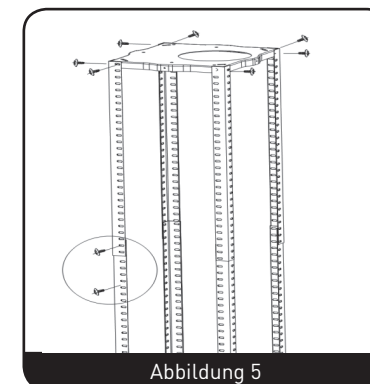

Abbildung 5
- Montieren Sie die Winkelstangen auf der Befestigungsplatte mit acht M5 Schrauben. (Abbildung 5)
- Verlängern Sie die Winkelstangen auf die erforderliche Länge, befestigen Sie diese dann mit sechzehn M5 Schrauben und Muttern und mit den metallischen Unterlegscheiben. (Abbildung 5)